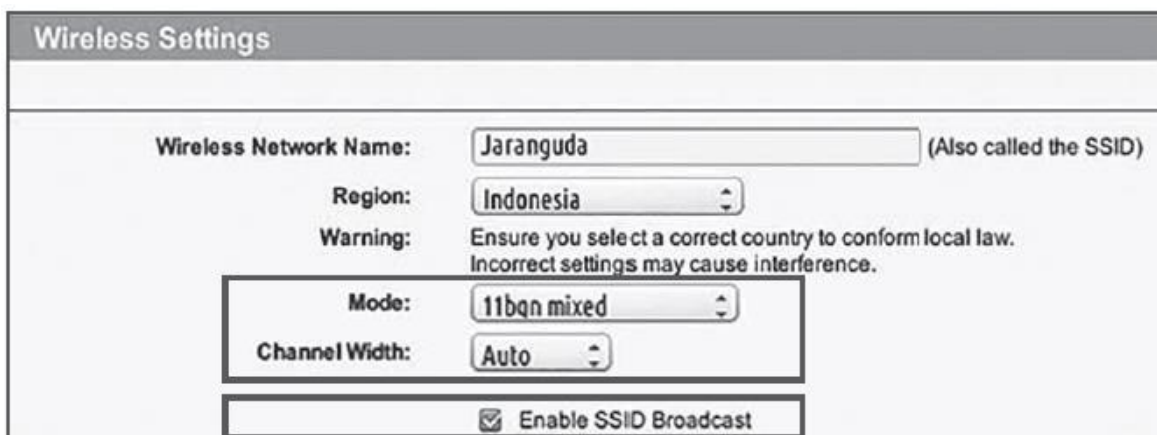

Рис. 1
2. Убедитесь, что в маршрутизаторе режим 802.11 настройки беспроводной сети является b/g/n mixed (смешанный режим b/g/n). (См. Рис. 1)
3. Убедитесь, что ширина канала / полосы пропускания маршрутизатора для беспроводной связи установлена на Авто или 20М или смешанную 20М / 40М. (См. Рис. 1)
4. Убедитесь, что маршрутизатор включает функцию широковещания SSID (SSID Broadcast) при подключении устройства к приложению. После успешного подключения вы можете ее закрыть. (См. Рис. 1)